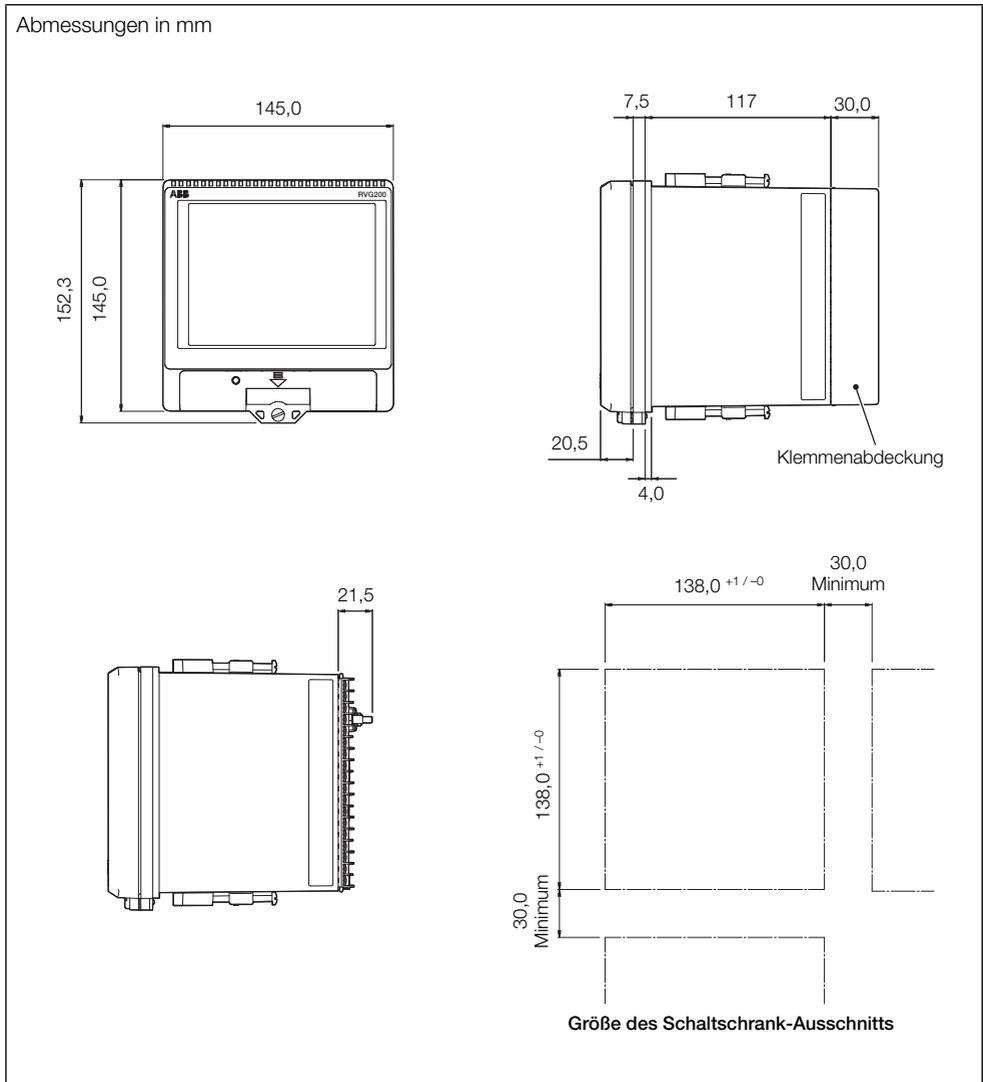

Abb. 4.3 Einbaumaße
- ① Bringen Sie in der Schalttafel einen Ausschnitt der richtigen Größe an – siehe Abb. 4.3, Seite 12.
- ② Setzen Sie den Bildschirmschreiber in den Schalttafel Ausschnitt ein.
- ③ Bringen Sie die oberen und unteren Schalttafelklammern an.
- ④ Ziehen Sie die Klemmschrauben gleichmäßig und fest mit einem Drehmoment von 0,2 Nm fest.